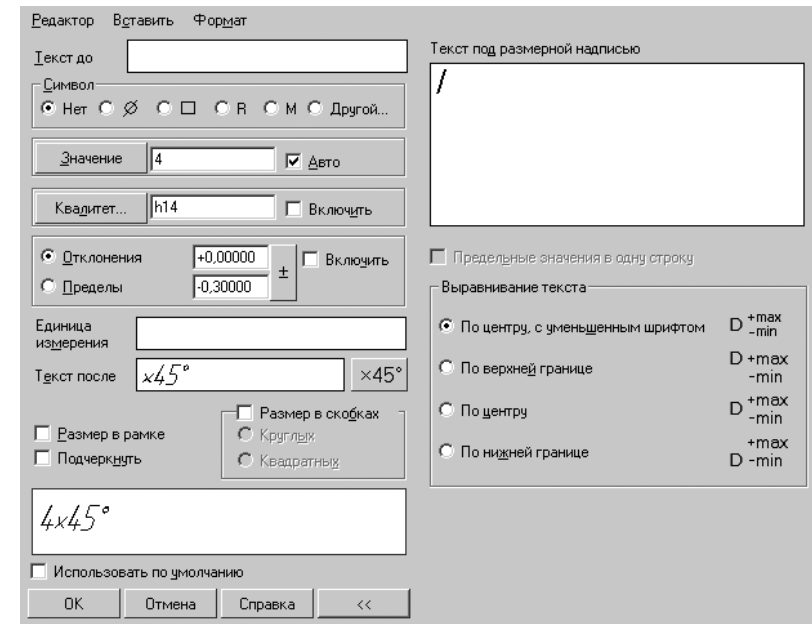

Рис. 4.60. Расширенное диалоговое окно **Задание размерной надписи**
- щелкните в диалоговом окне **Задание размерной надписи** по кнопке **>>** **Далее**. Появится расширенное диалоговое окно **Задание размерной надписи** (рис. 4.60);